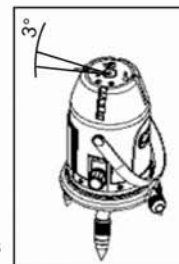

Рис.6
- Когда компенсатор выходит из диапазона работы $\pm 3^\circ$, прибор начинает автоматически мигать. Выставьте прибор в горизонтальное положение с помощью круглого пузырькового уровня (Рис.6). Продолжите работу.